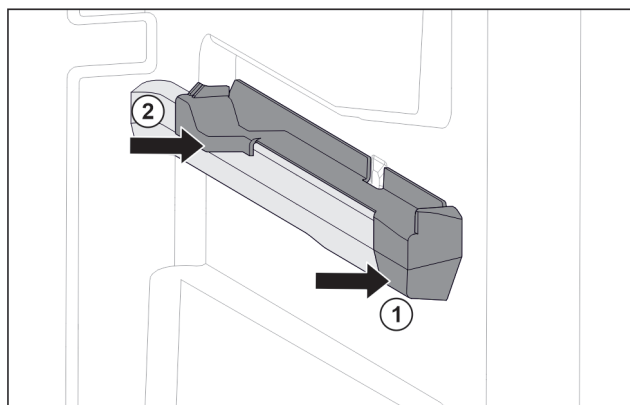

Fig. 79 Påsætningsdel på den højre beholderrist
- Sæt den forreste del af påsætningsdelen på beholderristen. Fig. 79 (1)
- Tryk den bageste del af påsætningsdelen på. Fig. 79 (2)